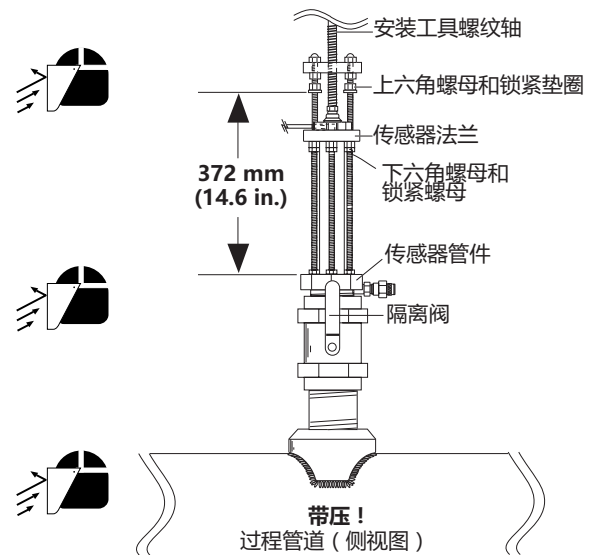

图15
- B. 将安装工具拧到位并用安全支承板代替传感器保护板。（图15）